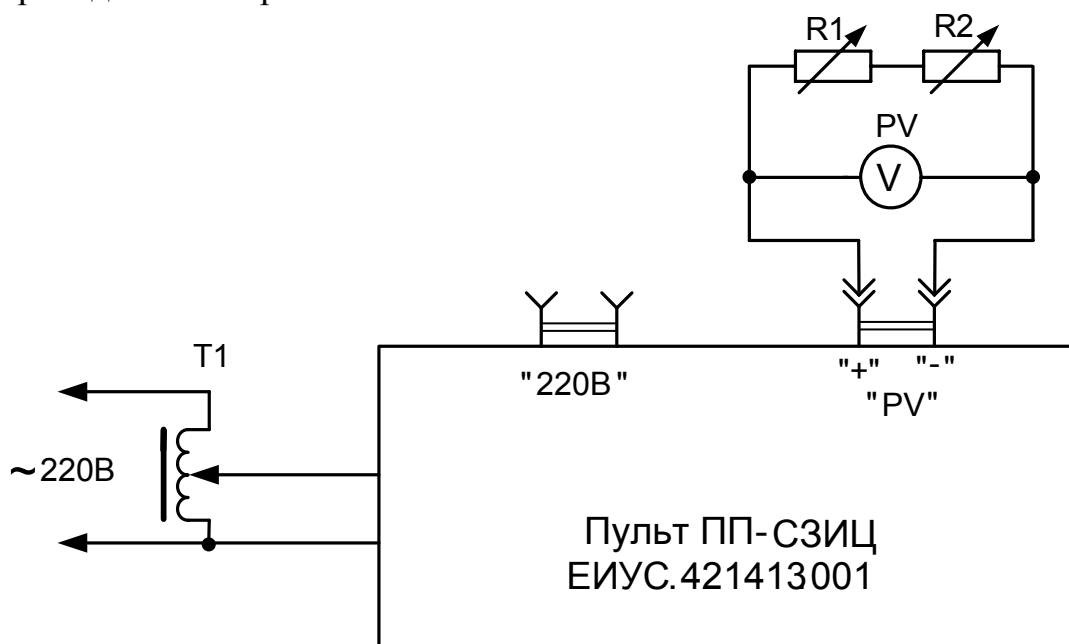

Рис.2. Схема проверки возможности формирования напряжений контролируемых источников
4.5.1 Проверку возможности формирования напряжений контролируемых источников в заданном диапазоне производить в соответствии со схемой, приведенной на рис.2.